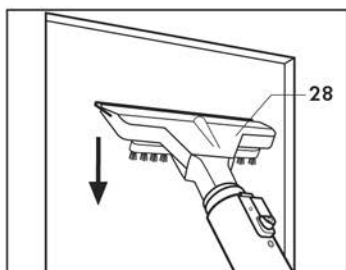

Abb. 12
- Die Gummilippe auf die Scheibe drücken und den Scheibenwischer von oben nach unten bewegen (Abb. 12).